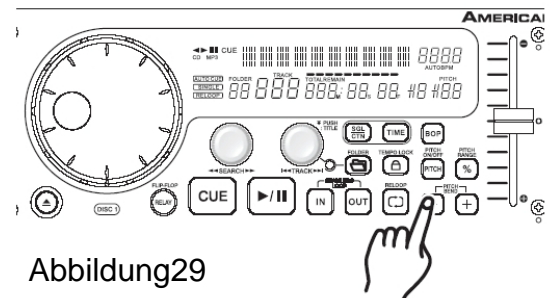

Abbildung 29
a) über die Pitch Bend Tasten (14): Drücken Sie die $+$ Taste um die Geschwindigkeit zu erhöhen, und die $-$ Taste um sie zu verringern (Abbildung 29). Die Veränderung wird nur so lange anhalten, so lange Sie die Taste gedrückt halten.